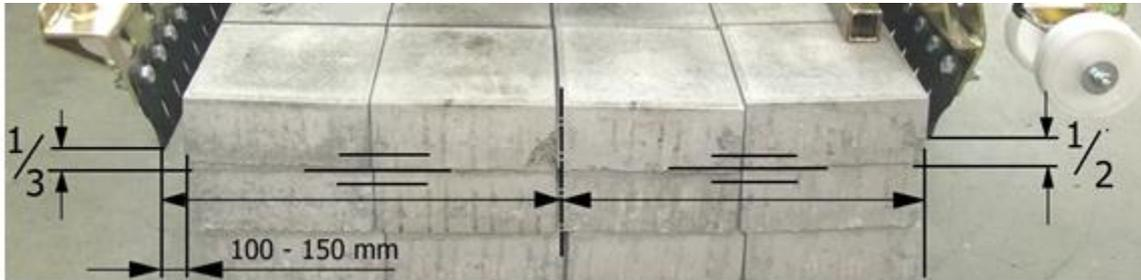

Bild 5
Hauptspannung von Hand an der Greifwange (2) und Absetzrollen (4) in die erforderliche Position ziehen (auf entsprechende Steinlagenlänge - siehe Bild 5 und 6).